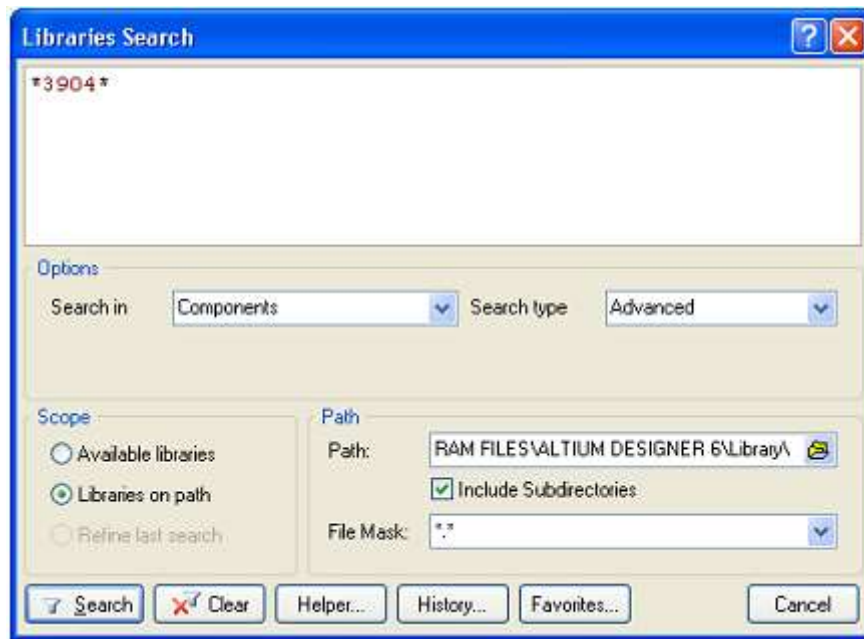

图 4.5 库搜索对话框
2.在 Library 面板中点击 Search in 按钮,或者通过选择 Tools>>Find Component, 来打开 Libraries Search 对话框,如图 4.5 所示。